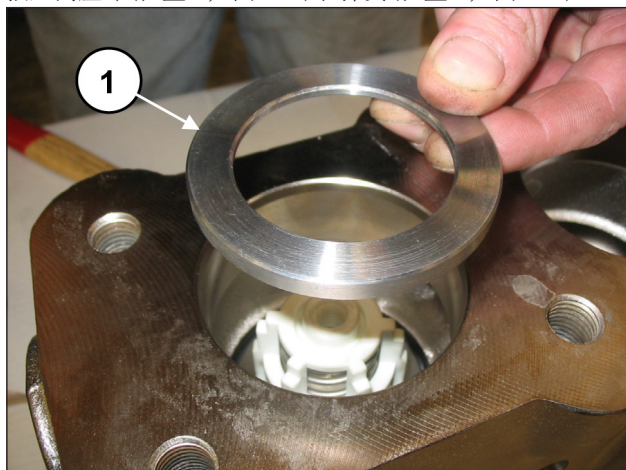
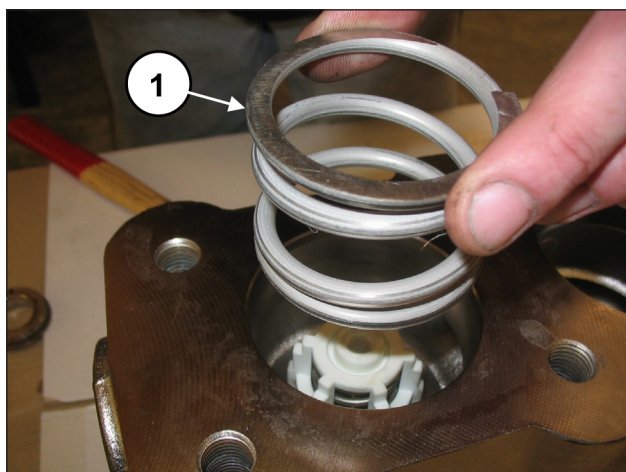

图 129
图 130
插入阀座环(位置①，图 129)和弹簧(位置①，图 130)。